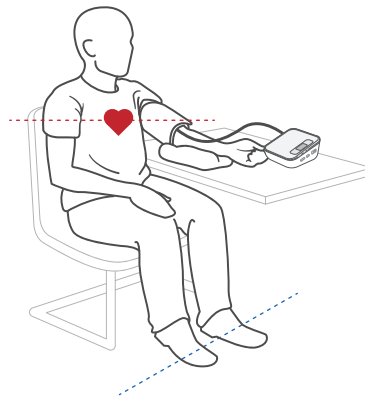

Abbildung 1.1
- Setzen Sie sich auf einen Stuhl, stellen Sie die Füße flach auf dem Boden ab und legen Sie Ihre Arme auf einen Tisch, sodass sich die Manschette auf Herzhöhe befindet. *[Abbildung 1.1]*